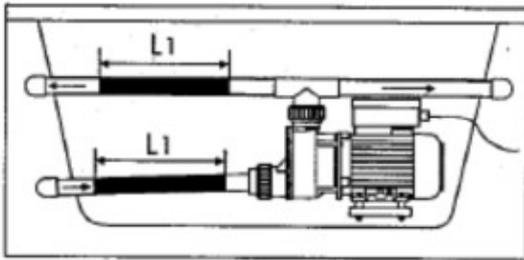
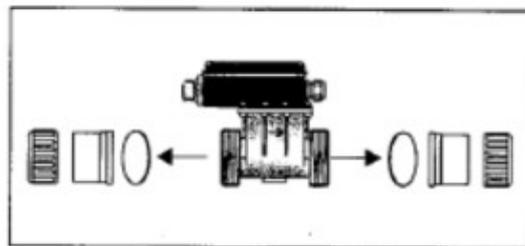

Fig. 2
Fig. 5
**b.** Le chauffage peut être installé avec l'entrée ou la sortie de la pompe de bain à remous (Fig. 2). (Remarque : Il ne peut pas être fixé par liaison)
**c.** Tuyau en PVC (3) : Coupez la longueur spécifique de tuyau en PVC à partir de la sortie de la pompe. Cela sera connecté à la buse. Remarque : La taille du connecteur de tuyau doit correspondre au tuyau de la baignoire.
**d.** Raccord de tuyau (4) : Nettoyez la coupe du tuyau en PVC à l'eau. Ensuite, assemblez le tuyau en PVC avec le connecteur. Lors de l'installation, veillez à la distance entre le chauffage et la pompe.
**e.** Installation du chauffage (Fig. 5) : Dévissez l'écrou de raccordement et connectez le tuyau en PVC au chauffage (veillez aux joints toriques). Assurez-vous que les connexions sont suffisamment étanches. (Remarque : L'écrou de raccordement est en matériau plastique pour éviter tout dommage).